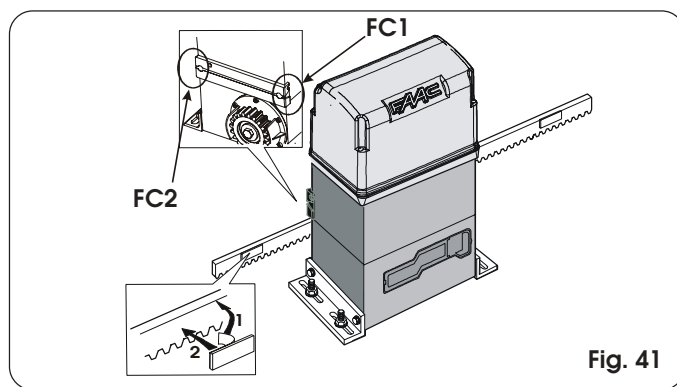
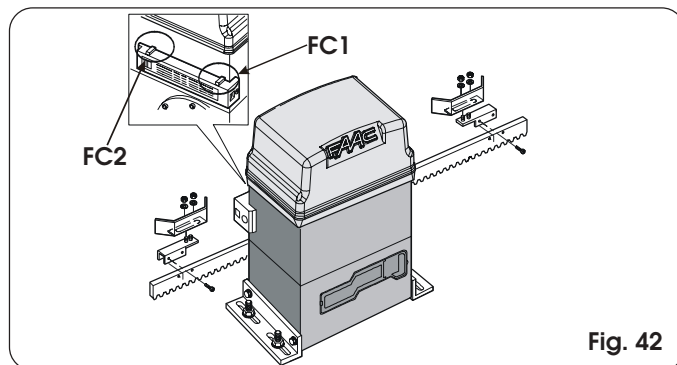

Fig. 41
Fig. 42
L'operatore 844 è dotato di un sensore di finecorsa che, rilevando il passaggio di un riferimento applicato alla cremagliera, comanda l'arresto del moto del cancello. Il dispositivo può essere di tipo MLS (fig. 41) o induttivo (fig. 42).
- 10) Pulire la cremagliera nei punti di applicazione, togliere la pellicola posta sulla parte adesiva dei magneti (fig. 41 rif. 1) e riposizionare questi ultimi con la banda adesiva a contatto con la cremagliera (fig. 41 rif. 2).
- 1) Assemblare il finecorsa centrando il lamierino rispetto ai perni filettati del supporto (Fig. 42).